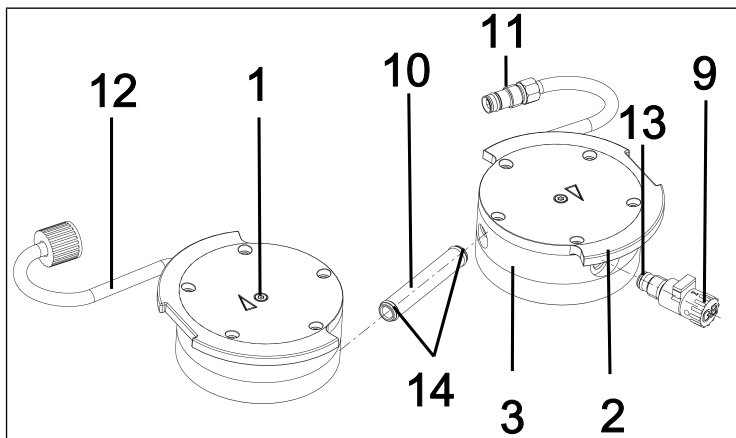

Fig.28: Remplacement des joints toriques
2. Retirez le tuyau de raccordement (10/ Fig. 28) du couvercle (3).
- i** Les deux raccords de tuyaux (11) et (12) restent montés dans les couvercles.
3. Remplacez les deux joints toriques (14) sur le tuyau de raccordement (10/ Fig. 28).
- i** Si les joints toriques (**14**) ne peuvent pas être retirés du tuyau de raccordement (**10**/Fig. 28), appuyez-les légèrement ensemble et retirez-les le cas échéant avec une pince.
6. Dévissez le lest d'air (**9**/Fig. 28) du couvercle (**3**).
7. Remplacez le joint torique (**13**) sur le lest d'air (**9**/Fig. 28).
8. Vissez le lest d'air (**9**/Fig. 28) jusqu'en butée dans le couvercle (**3**) correspondant. Tournez-le ensuite de nouveau dans le sens inverse jusqu'à ce que la surface soit alignée vers le haut.
7. Réintroduisez le tuyau de raccordement (**10**/Fig. 28) dans le couvercle (**3**).